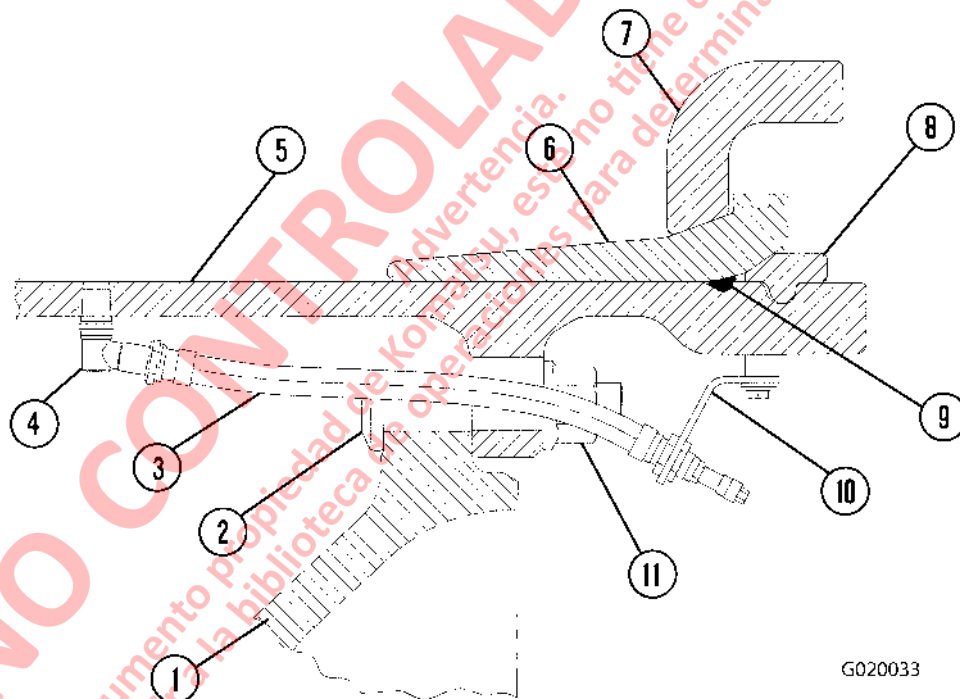

FIGURA 2-3. CONJUNTO DE CUBO Y LLANTA DE LA RUEDA DELANTERA
6. Tome el conjunto de neumático y rueda con un manipulador de neumáticos. Retire las tuercas (11, Figura 2-3) que aseguran el conjunto de la rueda.
1. Tome el conjunto de la rueda con el manipulador de neumáticos y alinee la manguera de inflado y el cubo de la rueda (1, Figura 2-3). Posicione la llanta sobre los pasadores del cubo de la rueda.